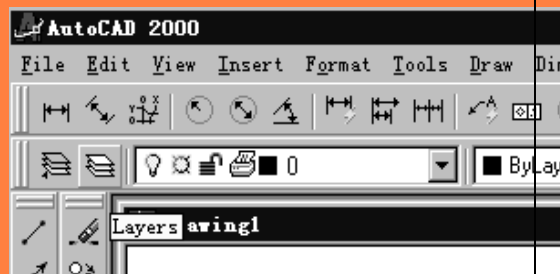

图 1-1 点取图层图标
(1) 在 AutoCAD2000 的开始界面中鼠标左键单击(以下简称为单击)图 1-1 中的 Layers(图层)图标,设置图层的特性和状态。